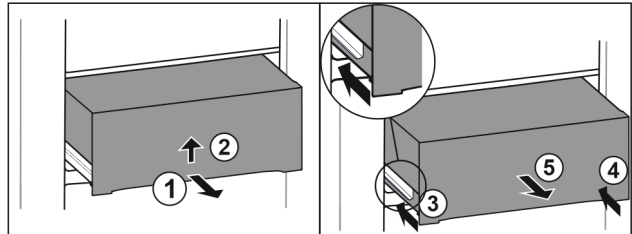

Fig. 41
- Витягніть ящик на половину. Fig. 41 (1)
- Підняти висувний ящик за нижній бік. Fig. 41 (2)
- Вставити ліву рейку. Fig. 41 (3)
- Вставити праву рейку. Fig. 41 (4)
- Вийняти висувний ящик рухом вперед. Fig. 41 (5)